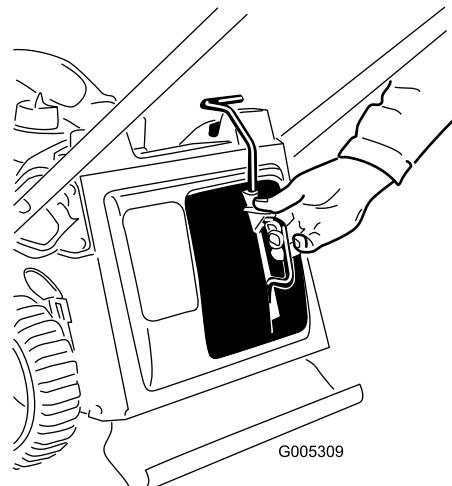

Figura 34
- Montate il tappo mulching (Figura 34).